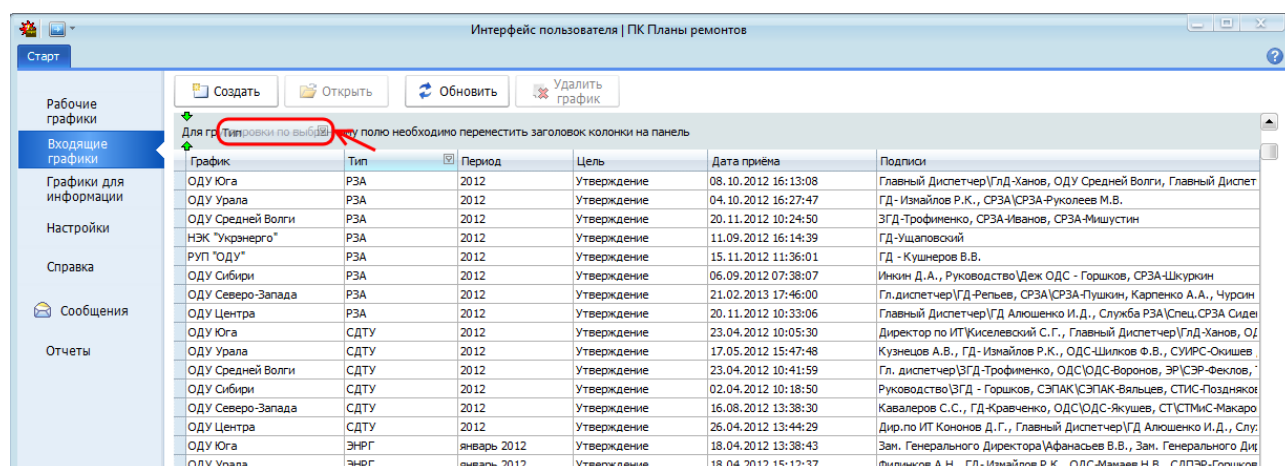

Рисунок 9.6 – Группировка списка входящих графиков
- 2) не отпуская кнопки мыши, переместить заголовок столбца в область, содержащую текст: «Для группировки по выбранному полю необходимо переместить заголовок колонки на панель» (Рисунок 9.6).